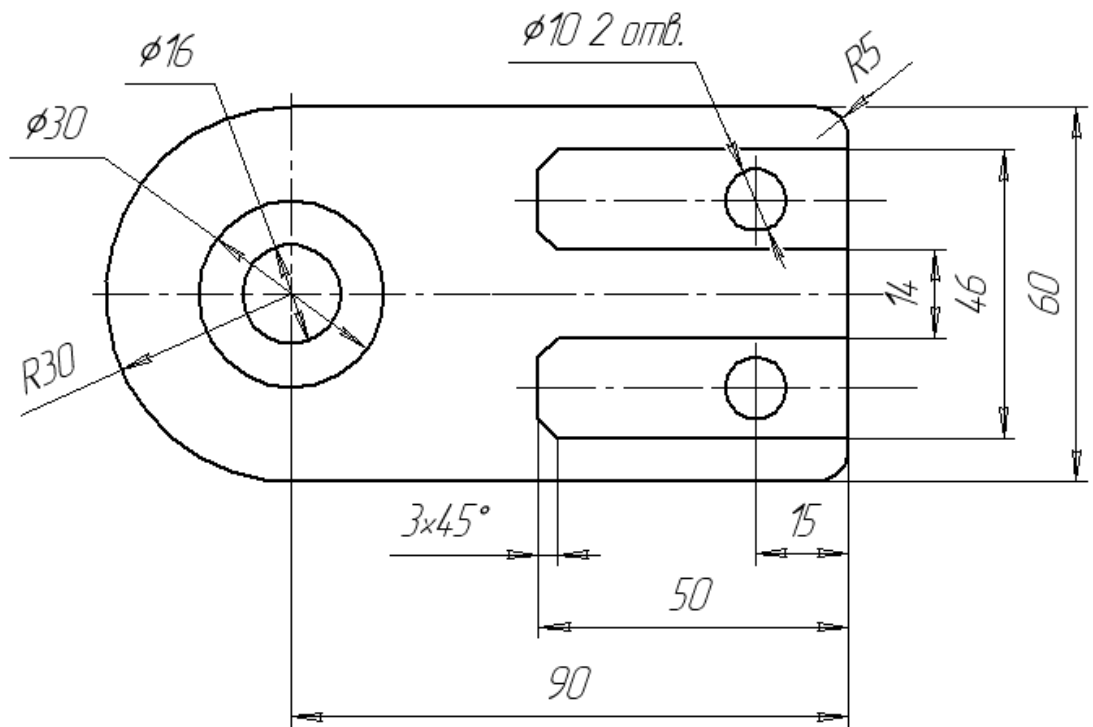

Рис.5 Команда «Фаска»
7. Выполнить геометрические построения, используя команды «Штриховка», «Фаска». Нанести размеры (см. рис.5,6)